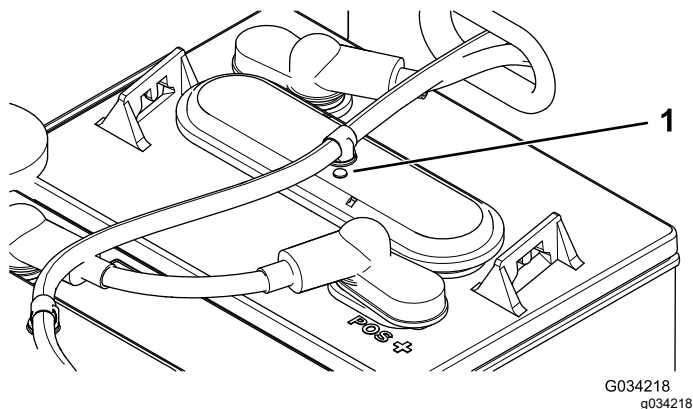

Рисунок 40
3. Проверьте смотровые отверстия на каждом аккумуляторе, чтобы определить их цвет (черный или белый) (Рисунок 40).